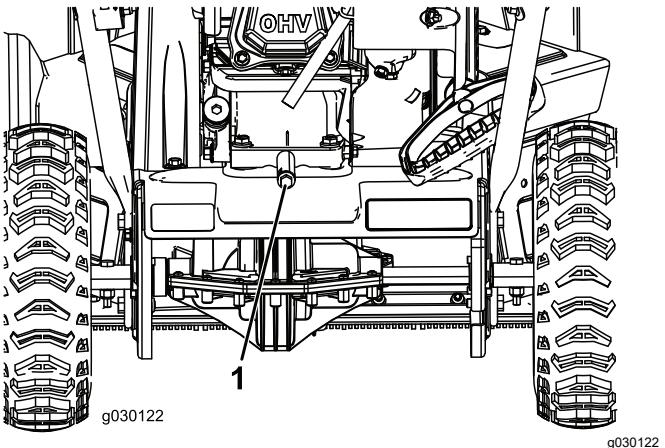

Bild 21
2. Stellen Sie eine Ölauffangwanne unter die Ölabblassschraube, nehmen die Ölabblassschraube heraus und kippen die Maschine nach hinten; lassen Sie das Altöl in die Ölauffangwanne laufen (Bild 21).